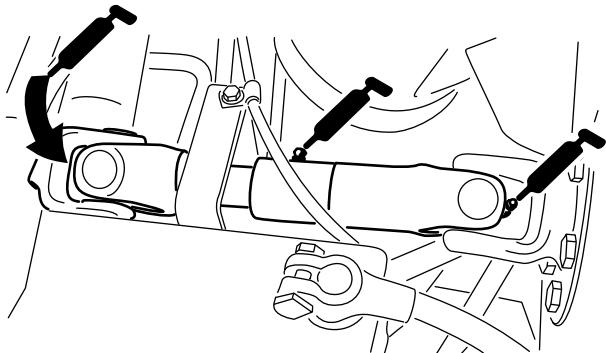

Рисунок 29
- Универсальный шарнир приводного вала насоса (3 шт) (Рисунок 29)